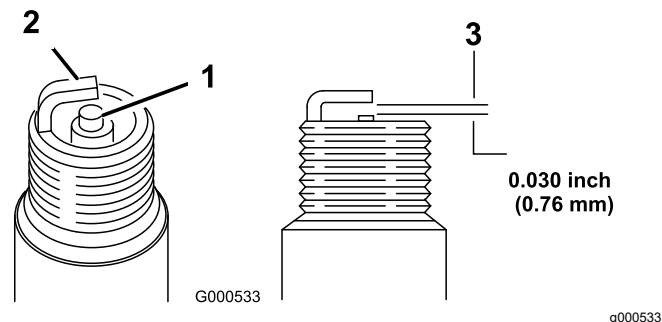

Figure 45
1. Examinez le centre des bougies (Figure 45).
2. Contrôlez l'écartement entre les électrodes centrale et latérale (Figure 45) et pliez l'électrode latérale si l'écartement est incorrect.